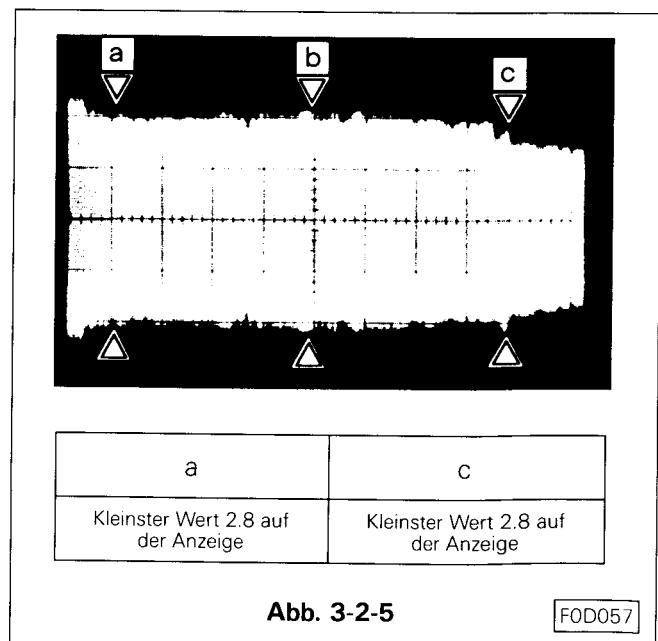

Abb. 3-2-5
3-2-5 Kontrolle der FM Amplituden Form (siehe Abb. 3-2-5)
- D. Trackingregler so einstellen, daß die Mitte der Amplitude siehe Punkt b ca. 80% vom Maximum beträgt, ca. 4 Kästchen. Sicherstellen, daß die Amplitude in den Punkten a und c die Form hat wie in Abb. 3-2-5 gezeigt.